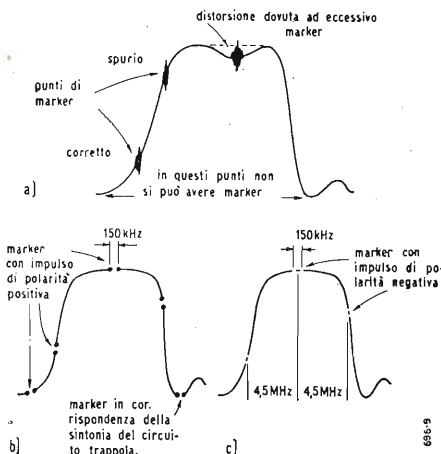

Fig. 9 - Sistema semplificato Weston per l'allineamento di ricevitori TV, b) e c), in confronto al sistema convenzionale, a).
- Come indicato in fig. 9 a) la presenza del battimento può a volte alterare il reale andamento della curva.
Un impulso cioè generato dal battimento provvede ad interdire momentaneamente il pennello elettronico che dà così luogo ad un annullamento di luminosità chiaramente distinguibile lungo la traccia, ciò nel caso che venga realizzato un impulso positivo o ad un punto luminoso intervallato da due annullamenti se l'impulso è di polarità negativa (vedi fig. 9 b) e 9 c).